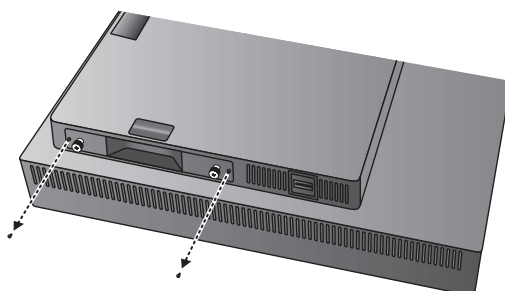

Figura G.2
3. Scollegare le viti esterne (**Figura G.2**).